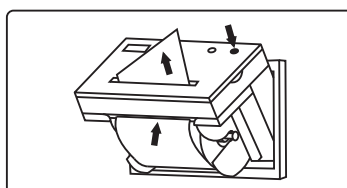

Fig.12
- f▶ Insira a extremidade do papel no ponto indicado pela seta (Fig. 12). Ao mesmo tempo, pressione o botão preto que se encontra no canto superior direito da impressora, até que o papel saia pela parte frontal, em seguida, feche a impressora, girando a peça frontal para baixo e empurrando-a para dentro do painel, sem usar força excessiva.